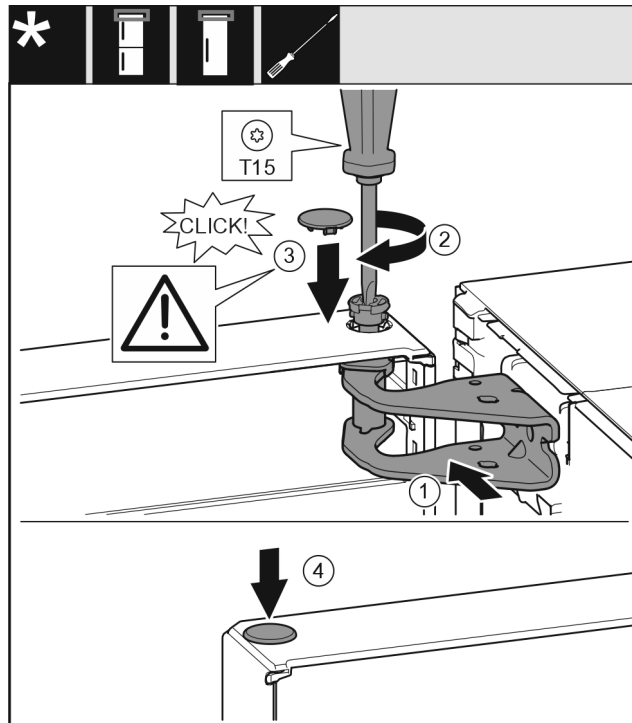

Fig. 15
- ▶ Wyrównać drzwi u góry względem otworu w płytce zawiasu. Fig. 15 (1)
- ▶ Założyć sworzeń i dokręcić śrubokrętem T15. Fig. 15 (2)
- ▶ Zamontować osłonę bezpieczeństwa w celu zabezpieczenia drzwi: Włożyć osłonę zabezpieczającą i sprawdzić, czy przylega ona do drzwi. Ponadto założyć całą sworzeń. Fig. 15 (3)
- ▶ Założyć zatyczkę. Fig. 15 (4)